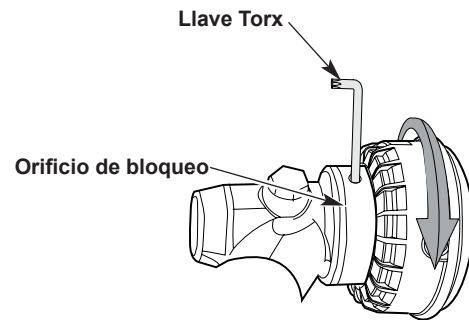

Fig. 18
1. Inserte la llave Torx en el orificio de bloqueo en la parte superior de la caja de engranajes (Fig. 18).